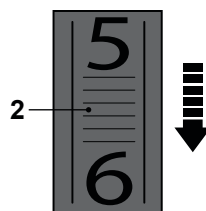

Fig. 12
- > Desplace el selector de velocidad (2) hacia atrás (visto desde la posición del operador) para reducir la velocidad máxima (Fig. 12). Un ajuste menor es adecuado cuando se lija con bandas de grano grueso para retirar pinturas o barnices.